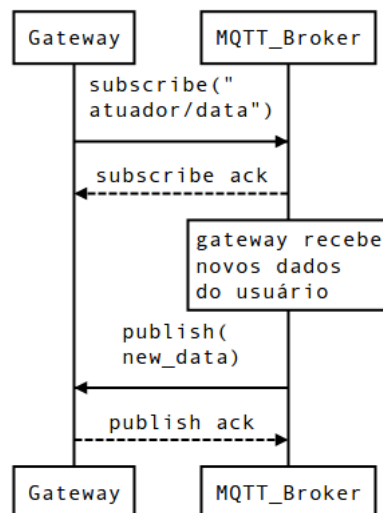

Figura 5: Diagrama de sequência do modo de recepcao de dados vindos do *gateway*
- **Passagem de ação para atuador:** o seu gateway deverá receber dados de *publish* do *broker* MQTT e, posteriormente, enviar para o atuador utilizando LoRa. Esta comunicação deve ocorrer do modo como é demonstrado na Figura 5.
1. **MQTT broker:** o nó *gateway* irá fazer *subscribe* no *broker*, que deverá ser o servidor que concentrará as requisições de usuário para os dispositivos atuadores e os dados coletados dos sensores. Implemente uma lógica que seja capaz de armazenar os dados coletados para gerenciamento de histórico e que garanta que cada requisição de usuário para nós atuadores tenha garantia caso o gateway esteja indisponível. Consulte a Figura 5, que demonstra a comunicação com o *gateway*, que será implementado pela Equipe 2.